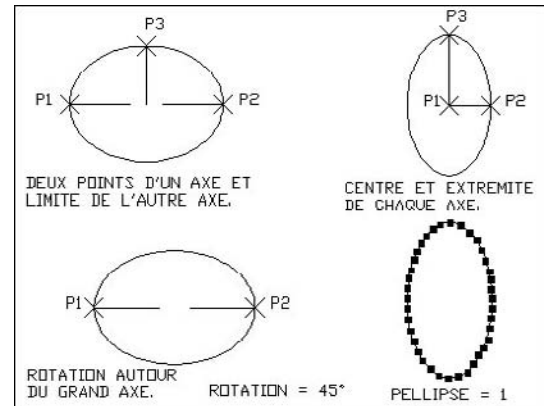

Fig.4.36
- 2 Dans le cas de l'option par défaut **Axe-Fin** (Axis-End) (fig.4.36), désigner la première extrémité du premier axe (point P1).